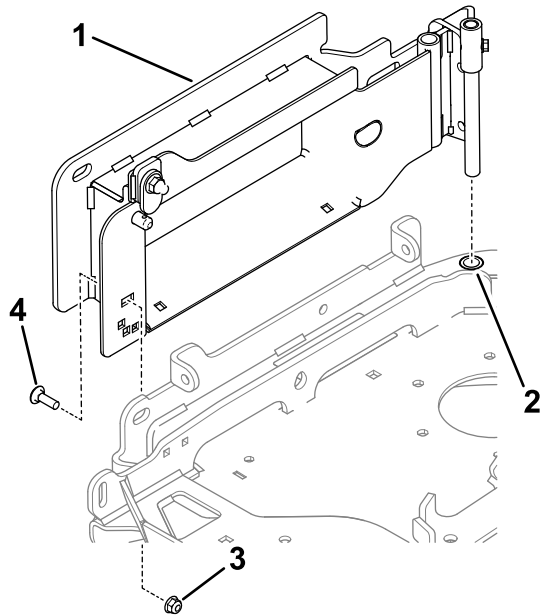

Figura 4
3. Baje el adaptador de descarga lateral en el taladro soldado en la parte trasera de la carcasa. Fíjelo con un perno de cuello cuadrado y una contratuerca a través del lateral de la carcasa (Figura 4).